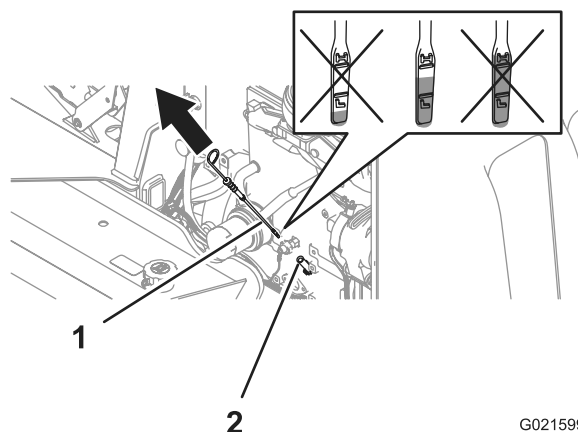

Figure 42
4. Retirez la jauge et essuyez-la avec un chiffon propre (Figure 42).
5. Insérez la jauge dans le tube de jauge, retirez la jauge et regardez le niveau d'huile sur la jauge (Figure 42).